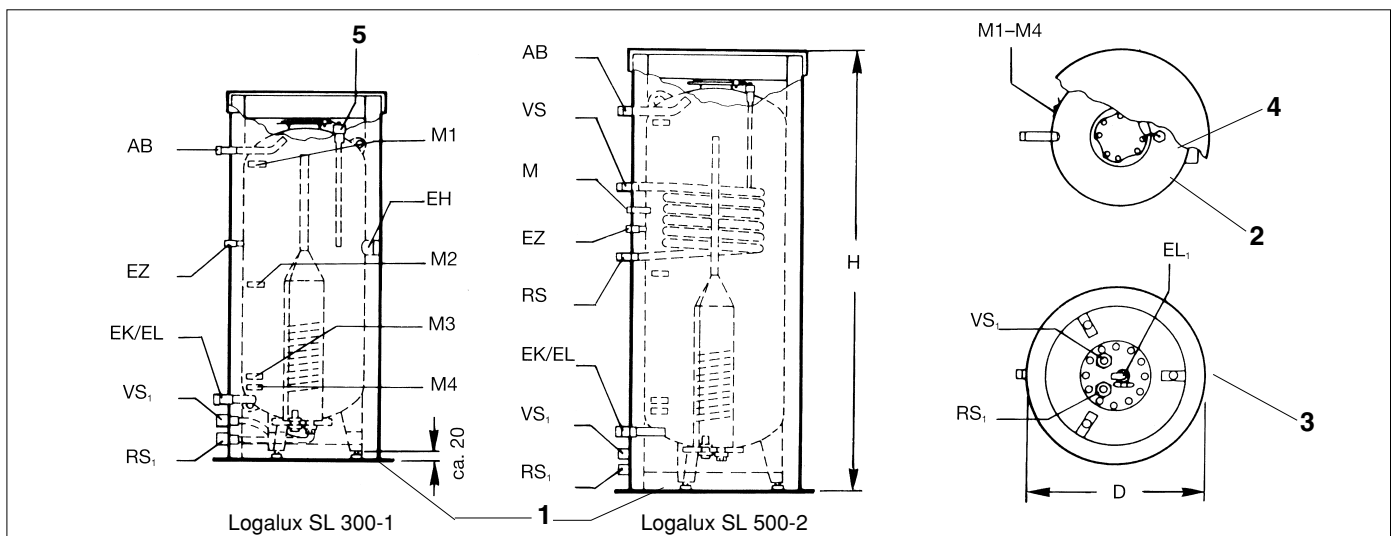
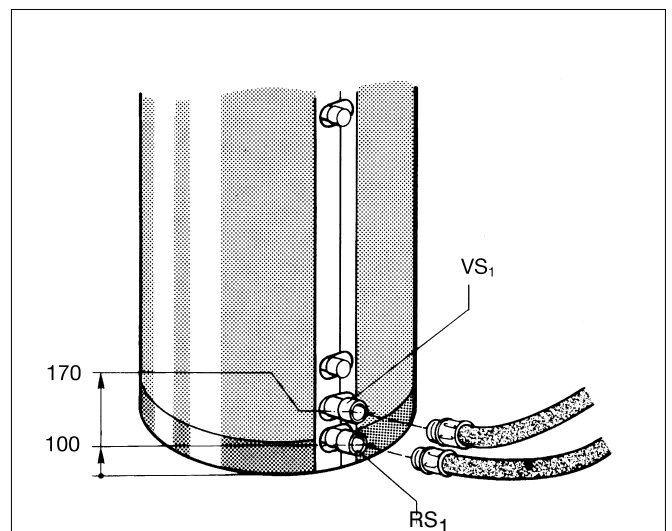

Fig. 1 Vista frontale, dall'alto e dal basso
Fig. 7 Attacchi
Gli accumulatori Logalux SL 300-2 - 500-2 differiscono dall'accumulatore Logalux 300-1 per la presenza di una serpentina aggiuntiva quale scambiatore di calore (fig. 1). Negli accumulatori Logalux SL 500-2 e SL 300-1 può essere installata una resistenza elettrica *.
Legenda della fig. 1:
- L'attacco VS₁ (mandata accumulatore solare) è contrassegnato in rosso, quello RS₁ (ritorno accumulatore solare) in blu (fig. 1) e (fig. 7).
Legenda della fig. 7: